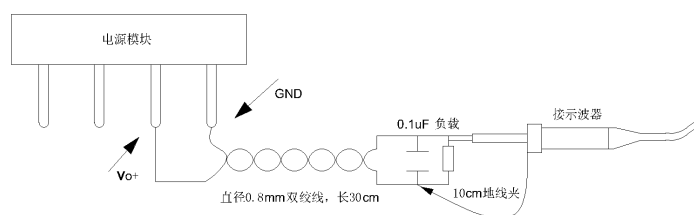

图 1
- 2) 纹波测试(双绞线负载端加 $0.1\mu F$ 电容)甩线法, 如图 1 所示, 示波器 $20MHz$ 限制, 探头 $\times 10$ 档。
- 3) 纹波测试(双绞线负载端加 $0.1\mu F$ 电容)甩线法, 如图 1 所示, 示波器 $100MHz$ 限制, 探头 $\times 10$ 档。
备注: 1) 环境温度: 25℃, 输入电压: 28Vdc, 100% 负载(特别说明的测试条件除外)。 2) 纹波测试(双绞线负载端加 0.1 μF 电容)甩线法, 如图 1 所示, 示波器 20MHz 限制, 探头×10 档。 3) 纹波测试(双绞线负载端加 0.1 μF 电容)甩线法, 如图 1 所示, 示波器 100MHz 限制, 探头×10 档。 4) 输出电压恢复到其稳定值的 1%范围内所需的时间。 5) 绝缘电阻只在加工过程控制, 每一块电路都应满足要求。